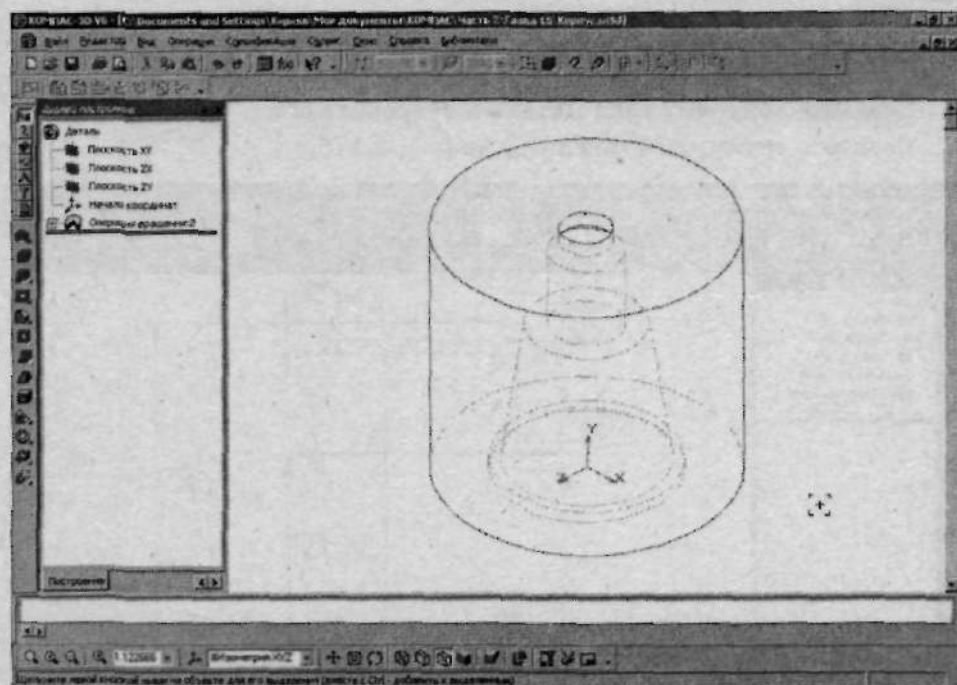

Рис. 2.177. Чтобы создать заготовку для детали, используйте операцию вращения
3. Выйдите из режима редактирования детали. При помощи операции вращения создайте заготовку детали (рис. 2.177), для чего в **Дереве построений** выделите эскиз, а затем на панели инструментов щелкните по кнопке  (Операция вращения).